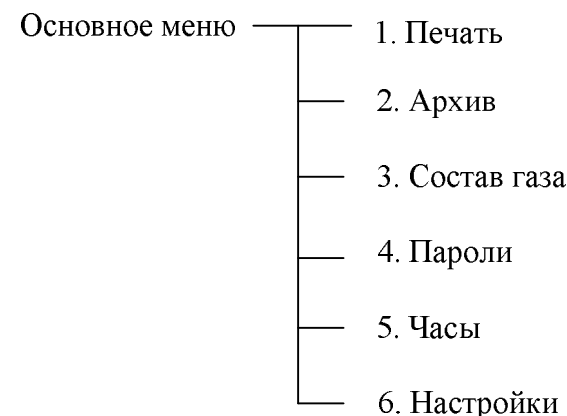

Рисунок 1
2.6.8 Управление работой расходомера осуществляется через основное меню (рисунок 1).